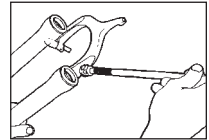

Fig. 8
11. Tragen Sie New and Improved Judy Butter auf die Oberfläche der vier Lagerhülsen, die Innenseite der unteren Rohre auf und füllen Sie die Vertiefung zwischen den Lippen der Resi-Wiper Dichtung völlig mit Judy Butter. Verwenden Sie eine mit Gewebeband umwickelte Verlängerung für eine Ratsche, die Sie in Judy Butter tauchen, um das Innere der unteren Rohre zu schmieren (s. Abb. 8).